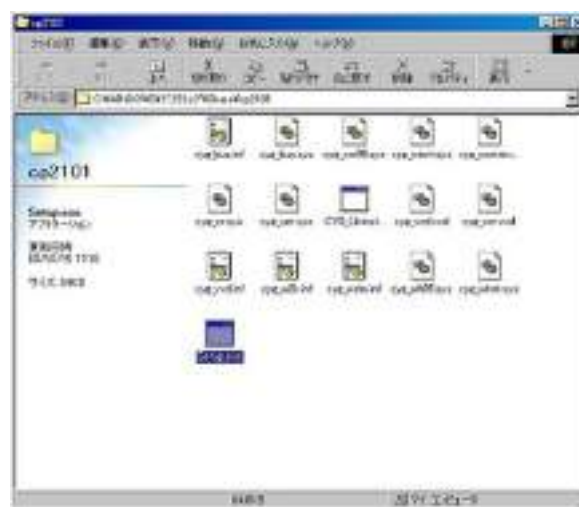

図 2.cp2101 フォルダーの内容
2. 「cp2101」フォルダーの中の「Setup.exe」をダブルクリックします。(図 2 参照)